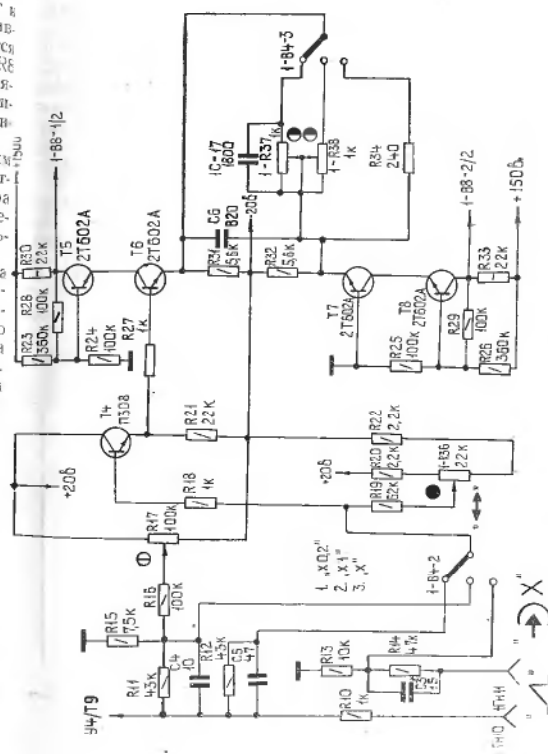

Рис. 9. Усилитель горизонтального отклонения луча.
5. 2. 10. Усилитель горизонтального отклонения (рис. 9) предназначен для усиления пилообразного напряжения до необходимой величины. С выхода эмиттерного повторителя генератора пилообразное напряжение через переключатель 1-B4 («X1, X0,2») поступает на согласующий эмиттерный повторитель Т4 усилителя горизонтального отклонения. При помощи потенциометра 1-R36 « $\leftarrow$ » производится управление положением луча по горизонтали. Оконечный каскад выполнен по фазоинверсной схеме на транзисторах Т5-Т8.